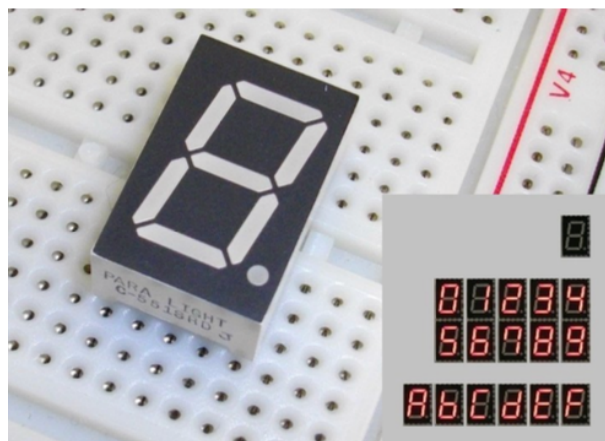

図 4: LED アレイ
1.2 節 1.2 図 4 の電子部品 (LED アレイ C-551SRD) を次のような点から調べなさい。